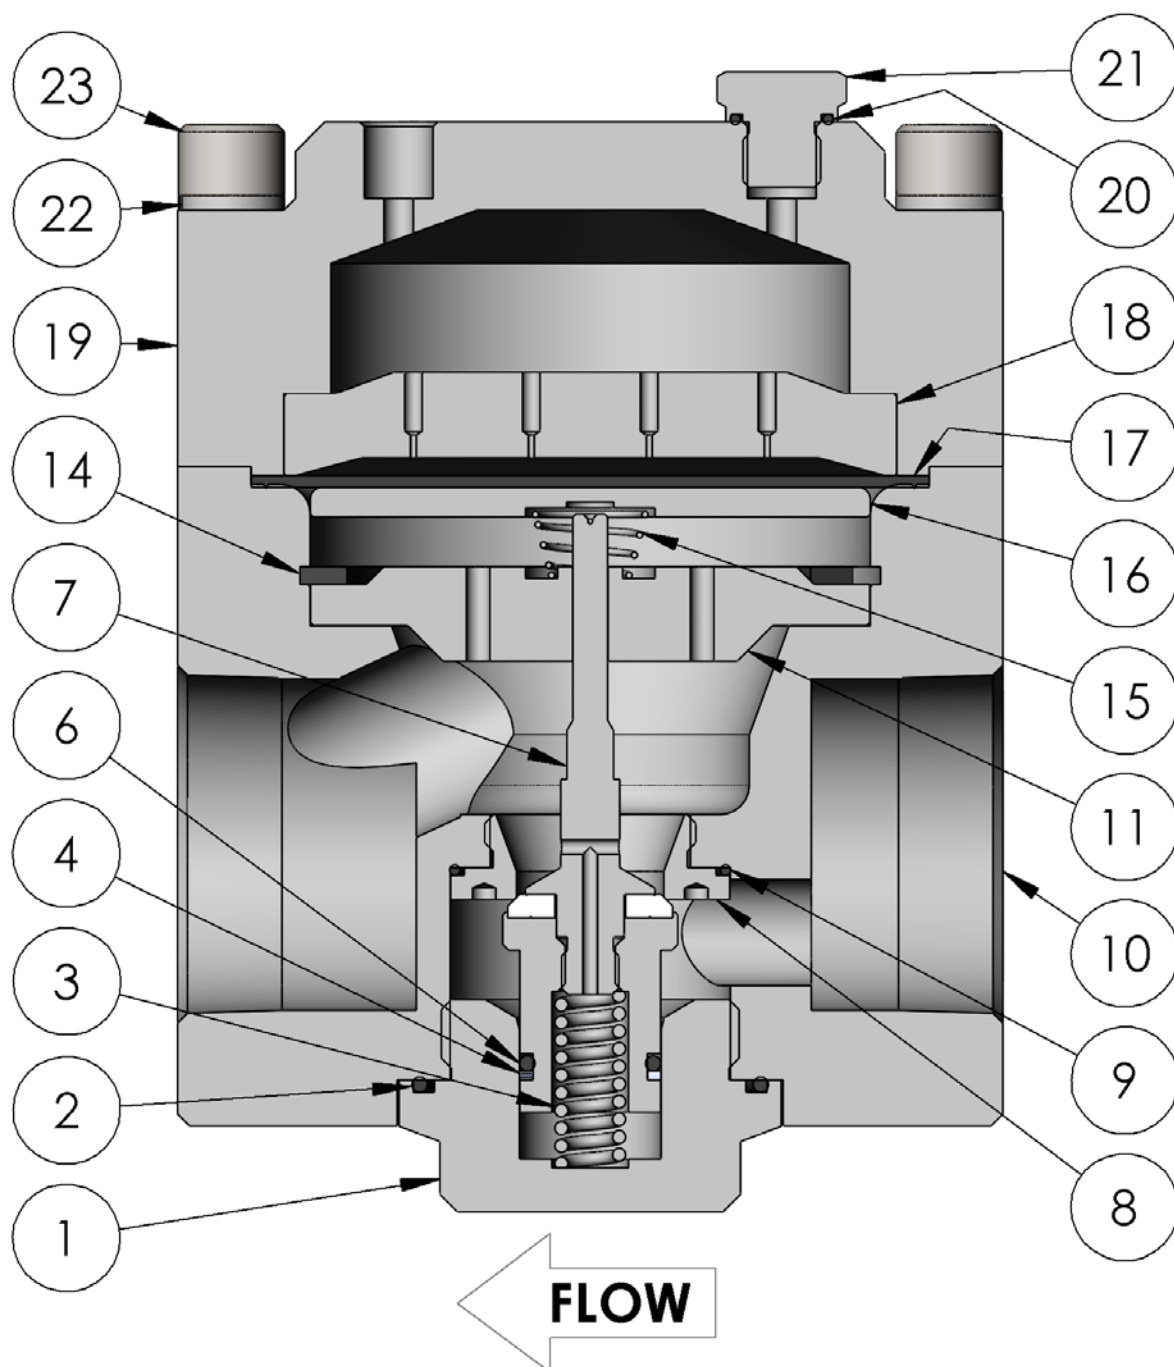

図 9
4. ポペット O リング(6)と、あればポペット・バックアップ・リング(4)をポペット(7)に取り付けます。取り付け時の正しい向きは、図 9 を参照してください。